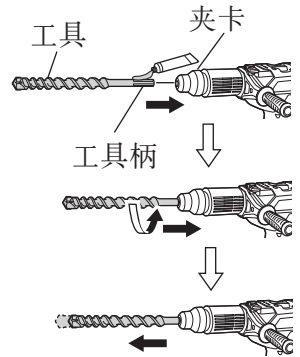

图 6
- (1) 先擦净，然后将附带的润滑油（装于绿管中）于工具柄上。
- (2) 如图 6 所示，要安装工具（五槽圆柄）时，将它插入孔内直至其抵达孔底。